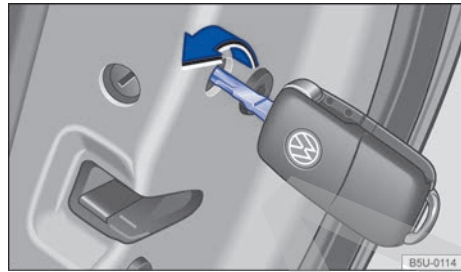

Fig. 158 Bloqueo de emergencia del vehículo con la llave del vehículo.
- Insertar la varilla de la llave en la hendidura vertical y girar hacia adentro del vehículo ⇒ **fig. 158**, en el sentido de la flecha.